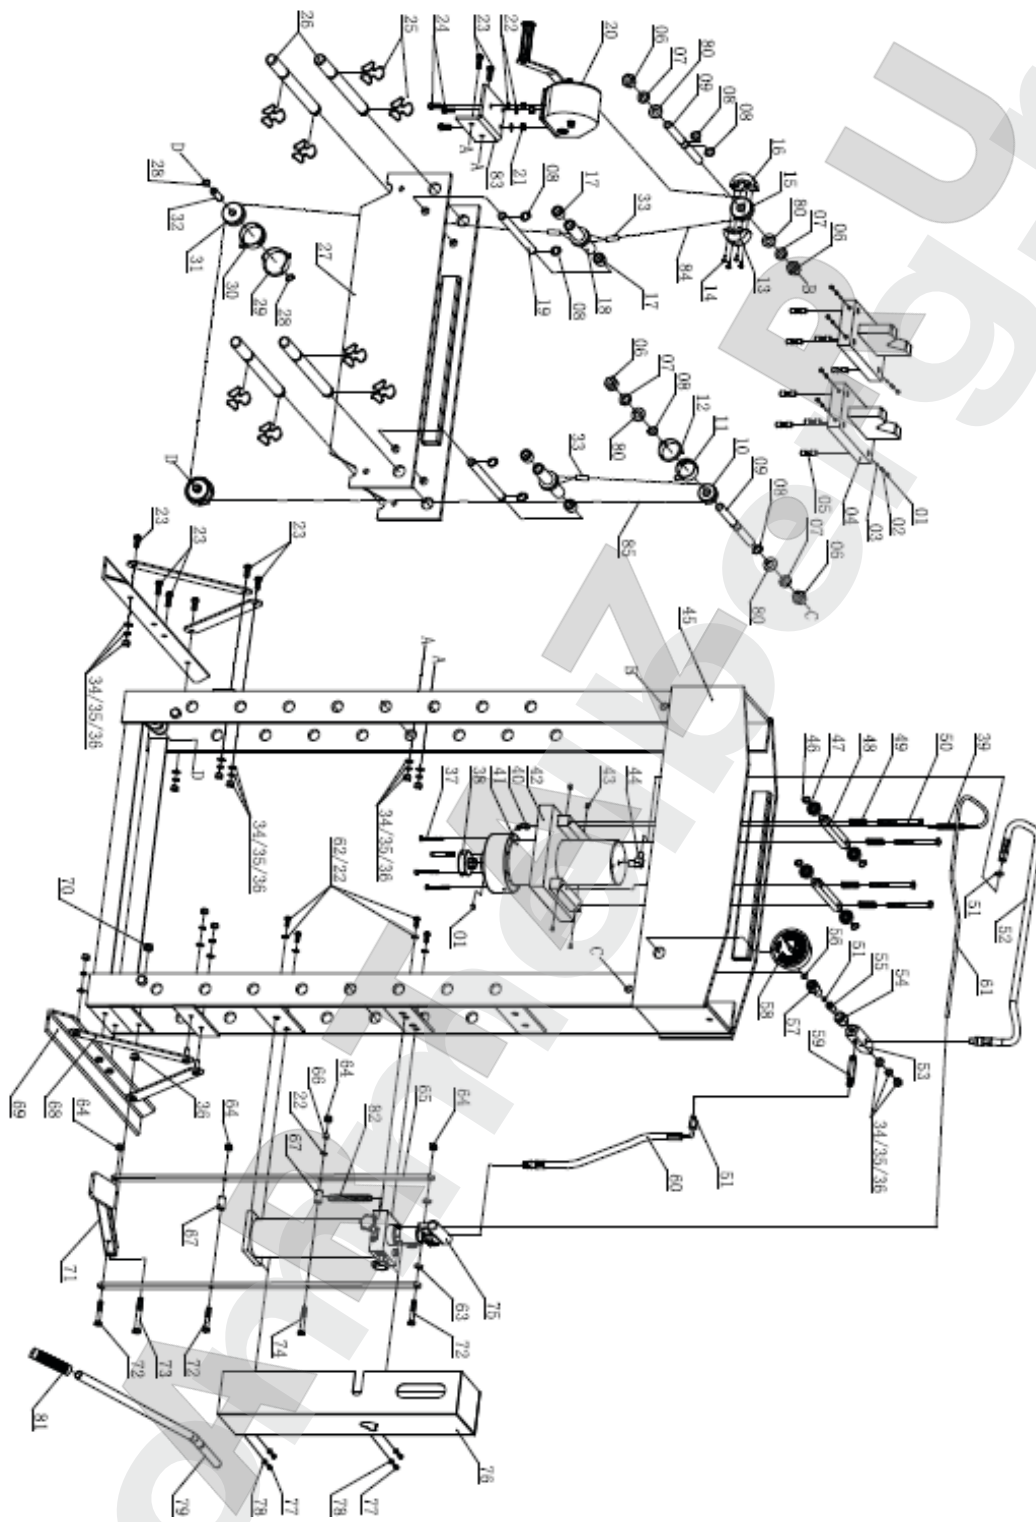

Рис. 3
**СБОРКА ПРЕССА НА 50 ТОНН** (см. рис. 3)
- 3.5 Присоединить растяжку (68) и основание (69) к левой стойке, используя болты (23), шайбы (34), фиксирующие шайбы (35) и гайки (36). Затем присоединить такие же части к правой стойке.